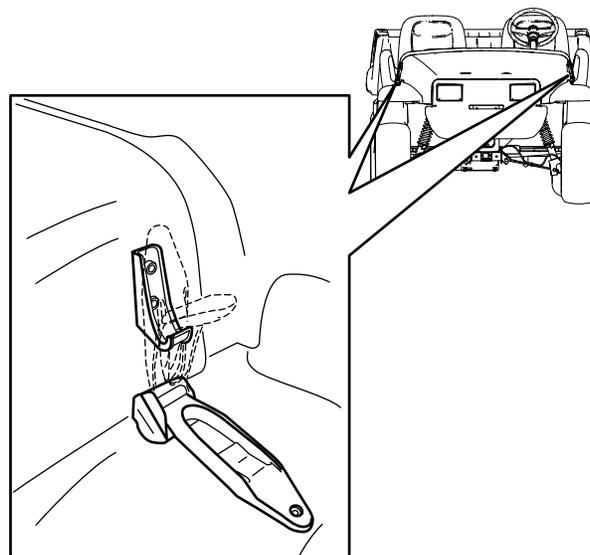

Рисунок 21
1. Поднимите ручки резиновых защелок с каждой стороны капота (Рисунок 21).
2. Закрепите капот, совместив резиновые защелки с фиксаторами защелок с каждой стороны капота (Рисунок 21).